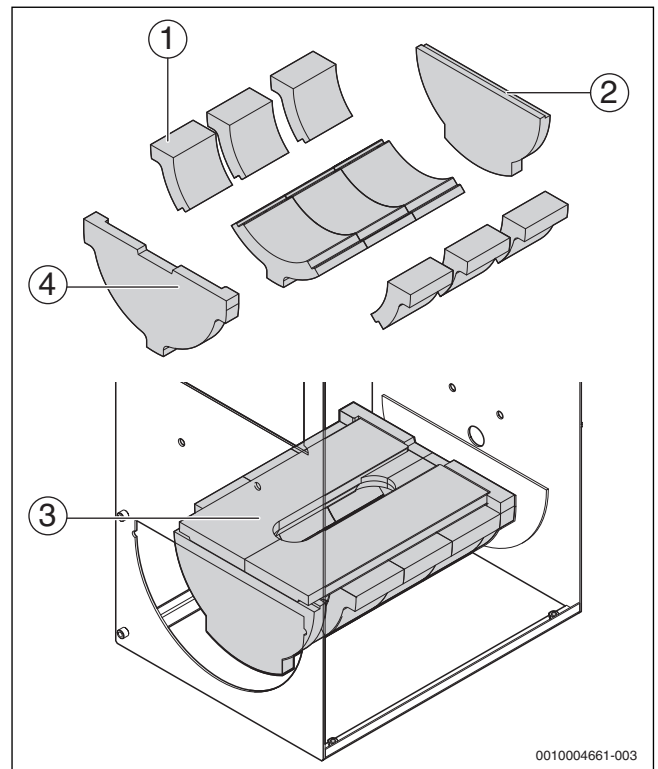
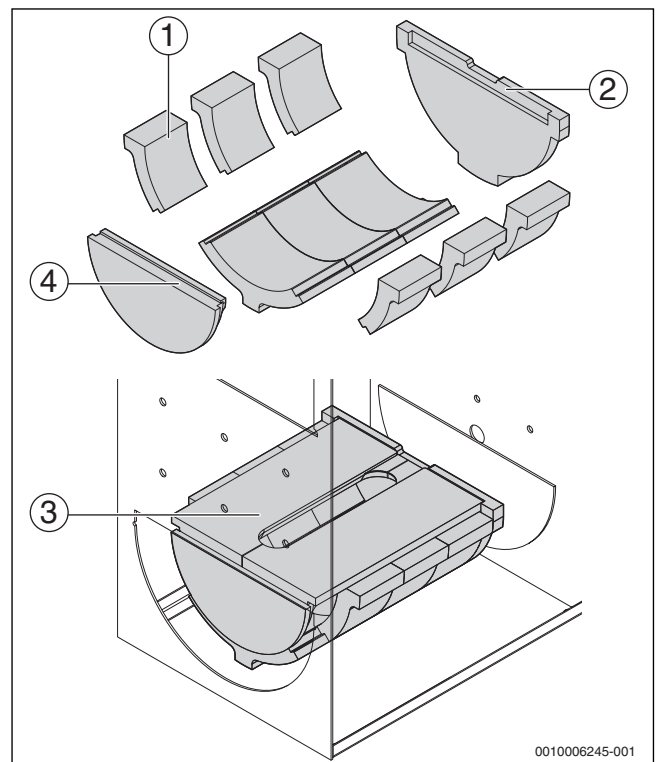
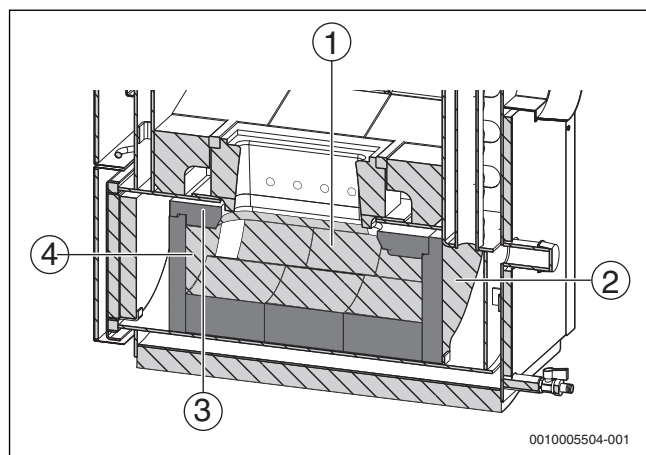
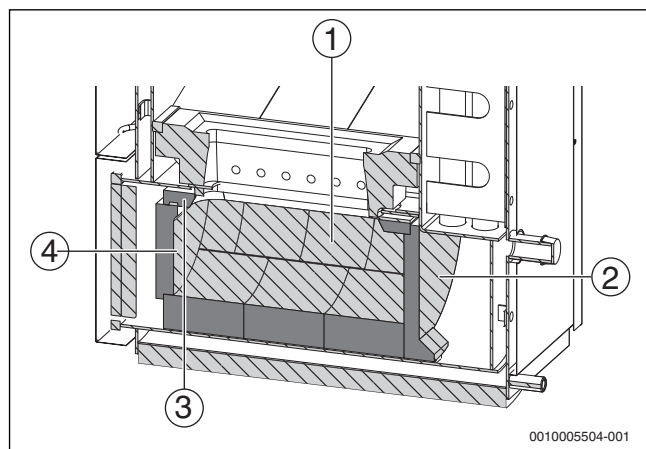

Fig. 22 Poziția plăcilor din camera de ardere pentru seriile de putere de 20 și 30 kW
Fig. 23 Poziția plăcilor din camera de ardere pentru seriile de putere de 40 și 49,5 kW
Fig. 24 Plăci montate ale camerei de ardere pentru seriile de putere de 20 și 30 kW
Fig. 25 Plăci montate ale camerei de ardere pentru seriile de putere de 40 și 49,5 kW
- Așezați plăcile înapoi la locul lor (→ Fig. 22, pagina 21).
Legenda la Fig. 22, Fig. 23, Fig. 24 și Fig. 25: